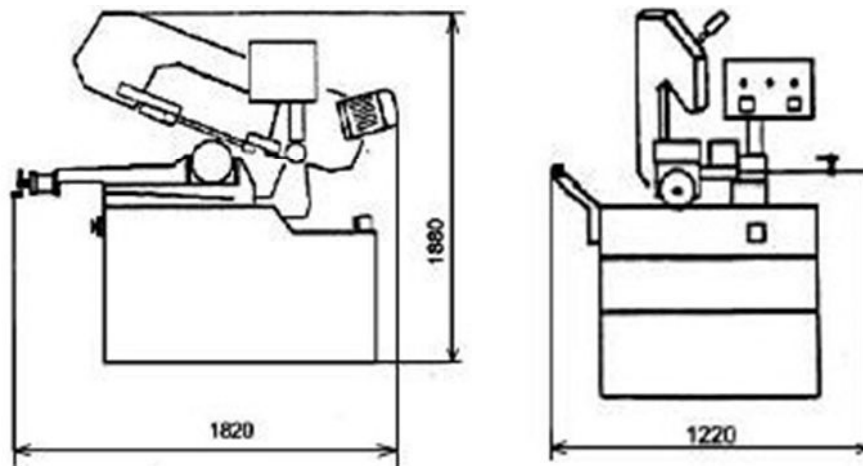

Рис. 9 Габаритные размеры станка
- необходимость свободного пространства вокруг станка для его ежедневного обслуживания, проведения периодических технических обслуживаний и ремонтов (рис. 9);